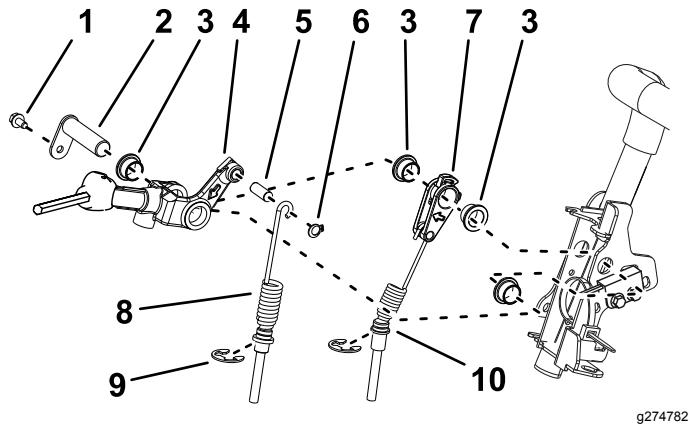

图5
10. 从现有牵引支架图5拆下牵引杆和牵引电缆。保留所有的紧固件。